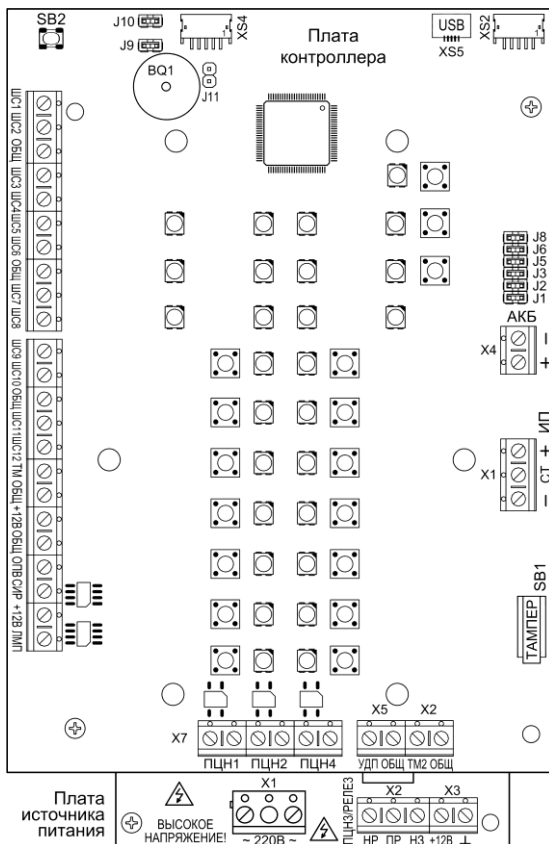

Рис.1 Плата контроллера Гранит-12Л (вид со снятой панелью индикации и управления) и плата источника питания (видимая часть)
Прибор состоит из корпуса и съёмной крышки. В корпусе расположены плата контроллера, плата источника питания (рис.1), коммуникатор универсальный с антенной GSM (п.5.3) или/и IP коммуникатор (п.5.4). На плате контроллера установлена панель индикации и управления (рис.2).
3.1 На плате контроллера (рис.1) расположены следующие элементы:
3.3 На плате источника питания (рис.1) расположены следующие элементы: